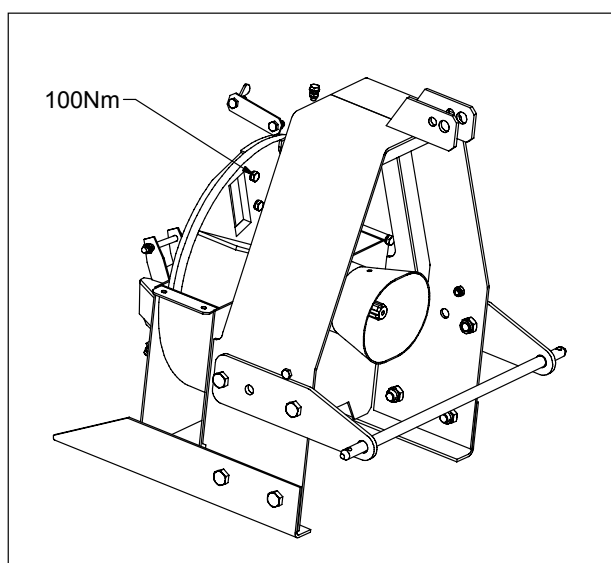

Fig. 12 Løsne knivskruene (M12).
1. Løsne knivskruene (M12). Vri verktøyet i en slik retning at hendene ikke treffer knivene hvis taket glipper. Fig. 12